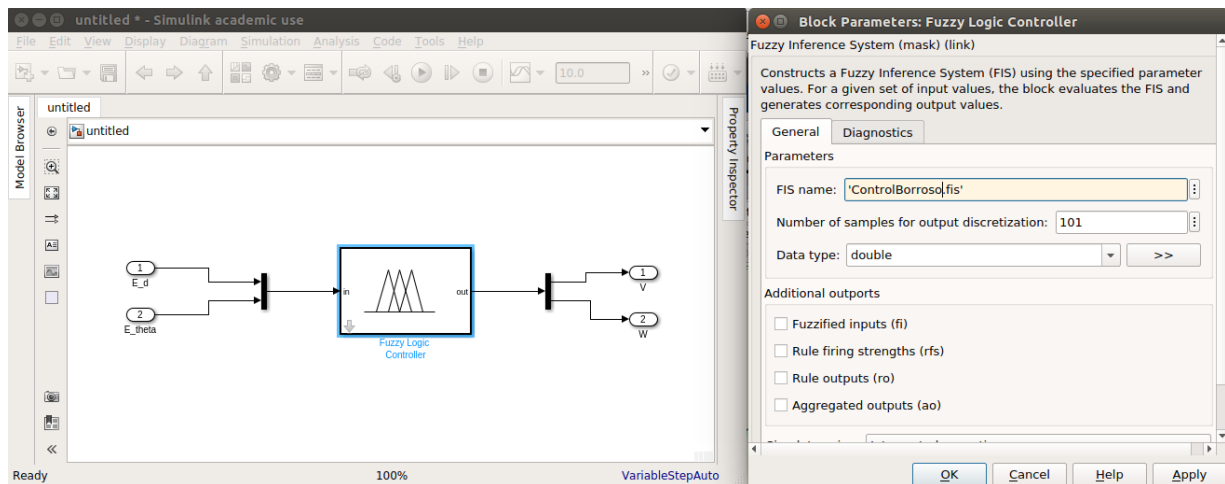
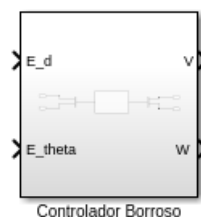

Figura 9. Creación del bloque controlador.
Figura 10. Bloque controlador borroso.
- b) Una vez diseñado el controlador, se creará el esquema mostrado en la Figura 9 en el entorno Simulink para generar el bloque controlador mediante la opción “Create Subsystem from Selection” (véase Figura 10).